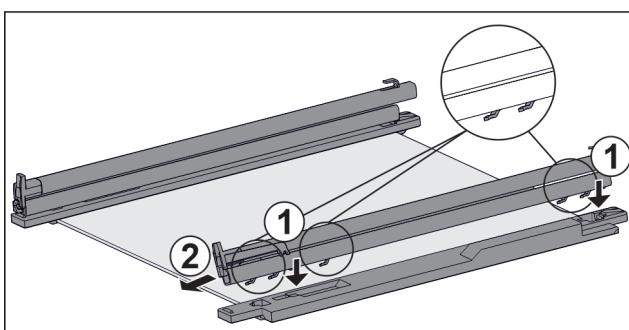

Fig. 115 Skleněná deska s kolejničkami a přídržnými díly
▶ Nasadte háčky kolejničky na otvory **levého** přídržného dílu. Fig. 115 (1)
- ▶ Vytáhněte kolejničku dopředu. Fig. 115 (2)
▶ Nasadte háčky kolejničky na otvory **pravého** přídržného dílu. Fig. 115 (1)